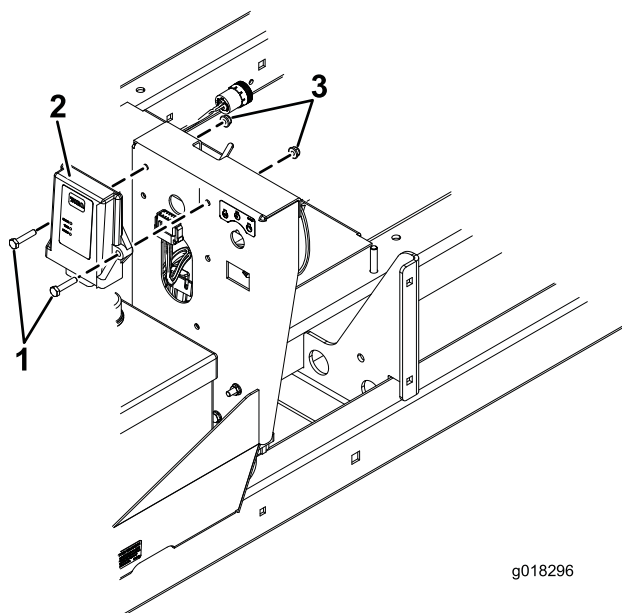

Figura 3
6. Monte o novo receptor na frente da estrutura com (2) parafusos 1/4 x 1-1/4 pol. e porcas flangeadas de 1/4 pol. (Figura 3).